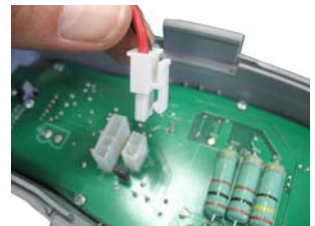

Figure 1.42B
- Connectez la fiche de l'alimentation électrique à la carte du commutateur de périmètre (voir figure 1.42B) et réassemblez le commutateur de périmètre.